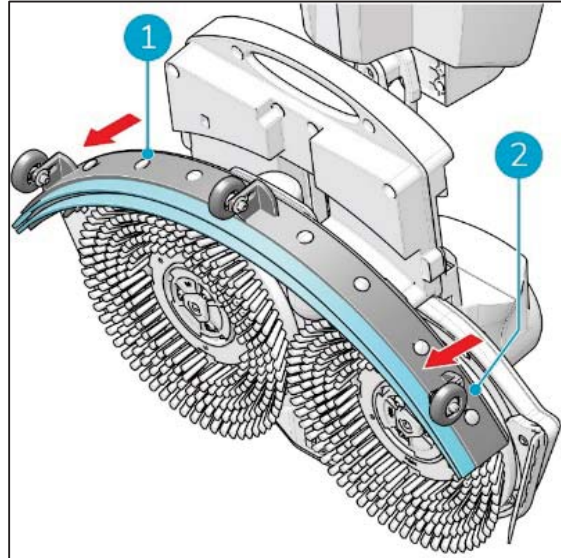

Figure 26
3. Tirez sur le côté gauche de la raclette pour la retirer (Figure 26, pos 1).
4. Tirez sur le côté droit de la raclette pour la retirer (Figure 26, pos 2).